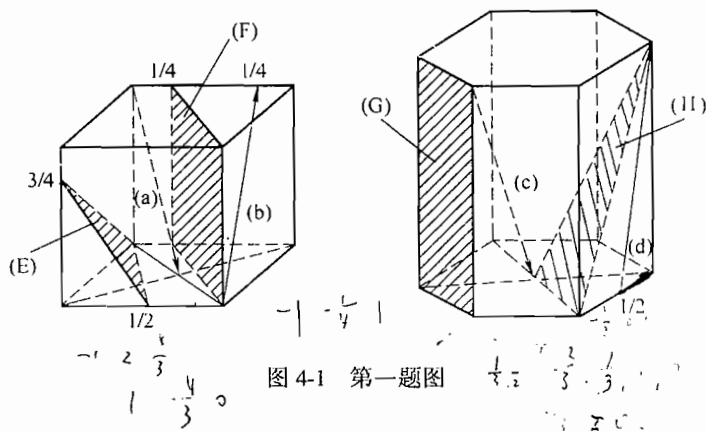

图 4-1 第一题图
一、(8 分) 标出图 4-1 中 (a)、(b)、(c)、(d) 的晶向指数和 (E)、(F)、(G)、(H) 的晶面指数。